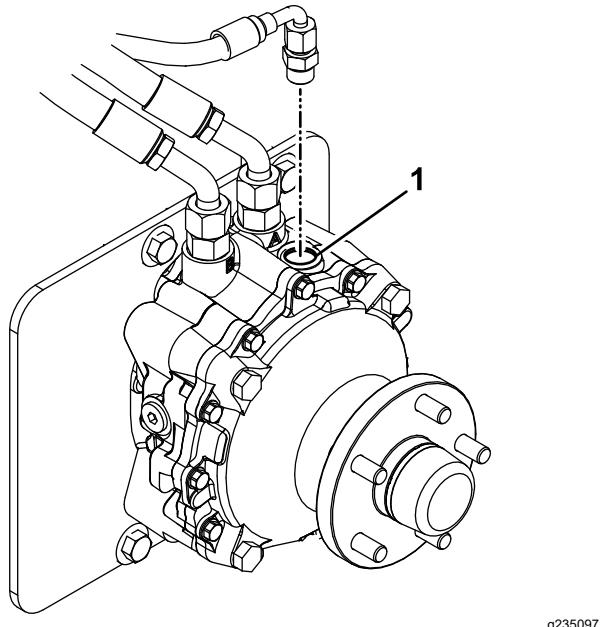

Рисунок 64
9. Вийміть заглушку заливного отвору у верхній частині кожного приводу колеса (Рисунок 64).